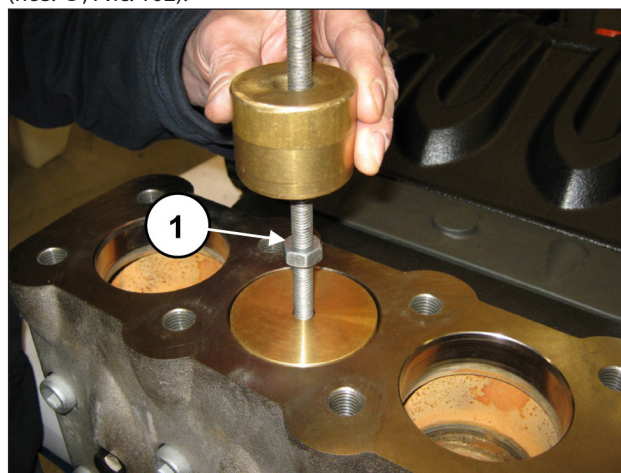

Рис. 102
Извлеките пробку клапана с помощью съемника с ударной массой, установив его в отверстие М10 пробки клапана (поз. ①, Рис. 102).